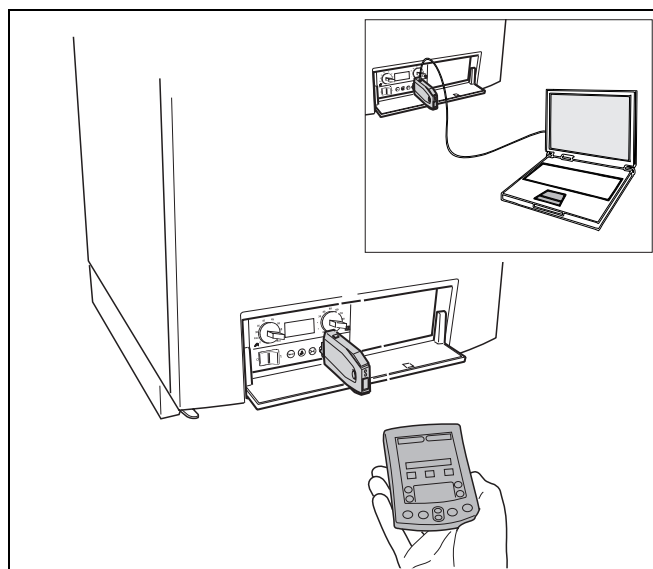
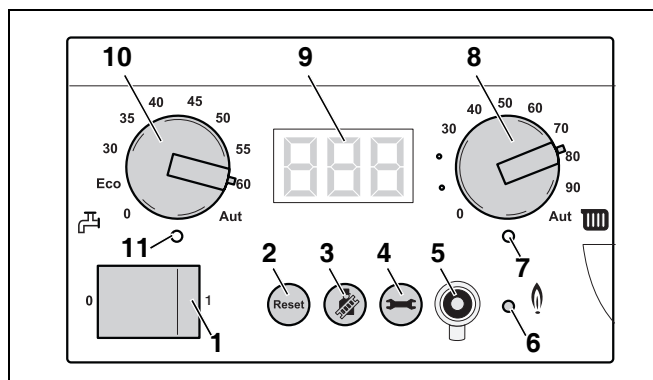

Fig. 56 Service-tool sluttet til gaskedlen
Fig. 57 Basiscontroller BC10
For hurtigt, målrettet og nemt at udføre registrering, analyse og afhjælpning af fejl er det muligt at slutte Service-tool (fig. 56) til kedlen via en Service-connector (fig. 57, **pos. 5**).
- Åbn betjeningsfeltet ved at trykke, og tag afdækningen på BC10 af (se fig. 28, side 29 og fig. 57, **pos. 5**).
LED "Brænder" (On/Off) (fig. 57, **pos. 6**) lyser, når kedlen er i drift, og slukkes, når brænderen går ud.
LED "Varmeaktivering" (fig. 57, **pos. 7**) lyser, når der er aktiveret varme fra reguleringen, og slukkes, når der ikke længere er behov for varme.
Med drejeknappen til den maksimale kedeltemperatur (fig. 57, **pos. 8**) kan den øverste grænse for kedeltemperaturen indstilles. Enheden er °C.